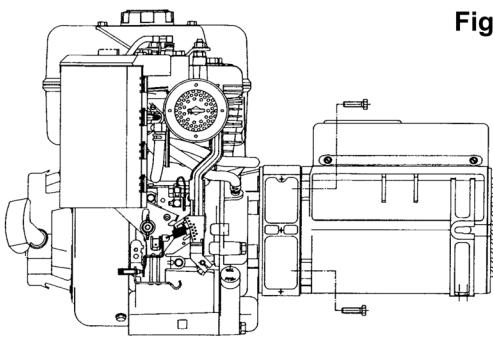

Fig. 2
-)Fijar el cuerpo de la máquina a la brida con los tornillos M8 y aplicando un par de torque de $17\pm7\%$ Nm (fig. 2).